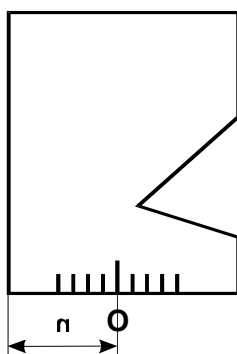

Рисунок 5.4
5.2.6 Если продолжить линию риски СО-3 на ПЭП, то получим точку О выхода луча, которая, обычно, отмечается на боковой поверхности корпуса ПЭП (см. Рисунок 5.4).
5.2.7 По найденной точке выхода луча О определяют стрелу n (Рисунок 5.4) как расстояние между точкой О и передней гранью ПЭП.
Если продолжить линию риски 0 Рисунок 5.7 на ПЭП, то получим точку О выхода луча, которая, обычно, отмечается на боковой поверхности корпуса ПЭП (см. Рисунок 5.4).
По найденной точке выхода луча О определяют стрелу n (Рисунок 5.4) как расстояние между точкой О и передней гранью ПЭП.